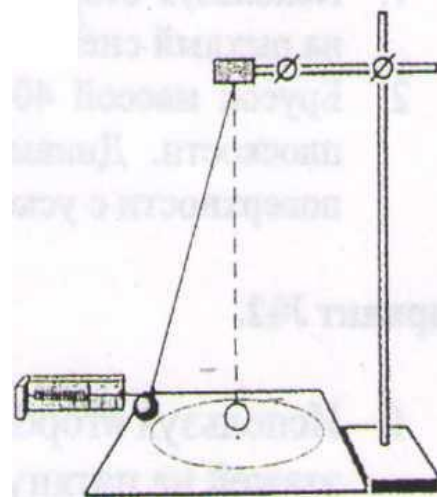

рис.3
Во-вторых, модуль составляющей  $\vec{F}_1$  можно измерить динамометром. Для этого оттягиваем горизонтально расположенным динамометром шарик на расстояние, равное радиусу  $R$  окружности (рис.3), и определяем показания динамометра. При этом сила упругости пружины уравнивает составляющую  $F_1$ .
1. Зарисуйте схему опыта (рис.3).